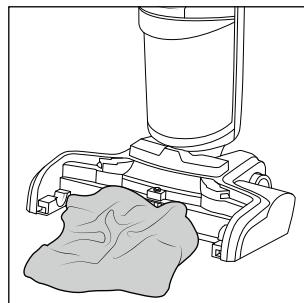

Fig. 36
- ◆ Si la cámara de cepillos está sucia, límpiala con una bayeta o paño húmedo (consulte la fig. 36).